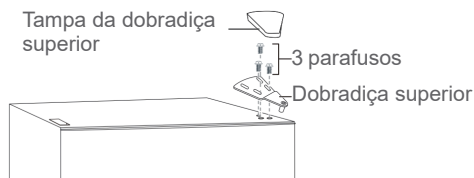

Fig. 3
1. Remova a tampa da dobradiça superior e depois remova a dobradiça superior, após retirar os três parafusos da mesma (→ Fig. 3).